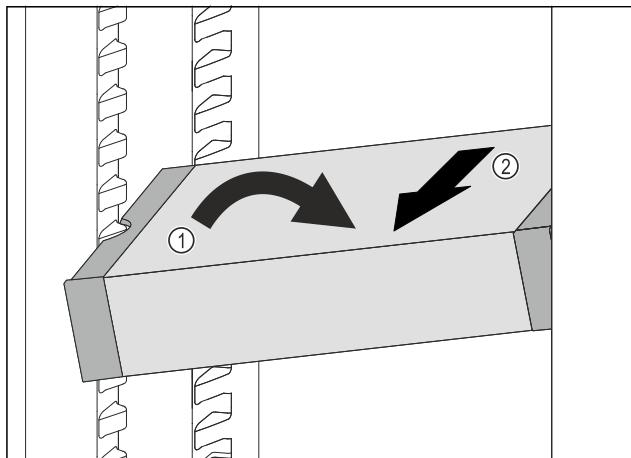

Fig. 116
- Расположите VarioSafe в холодильном отделении под наклоном. *Fig. 116 (1)*
- Извлеките VarioSafe движением вперед. *Fig. 116 (2)*